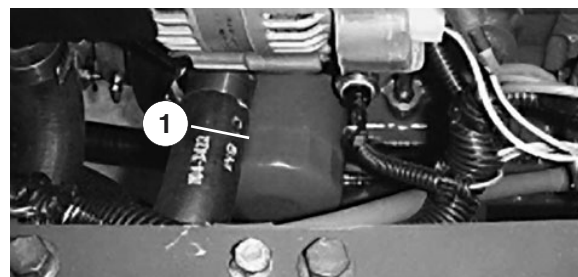

Figure 24
5. Déposez et remplacez le filtre à huile (Fig. 24).